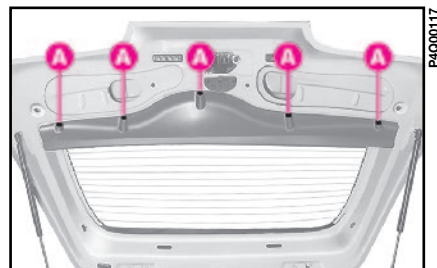

fig. 31
1) afloje los 5 tornillos **A-fig. 31** y quite todo el revestimiento;